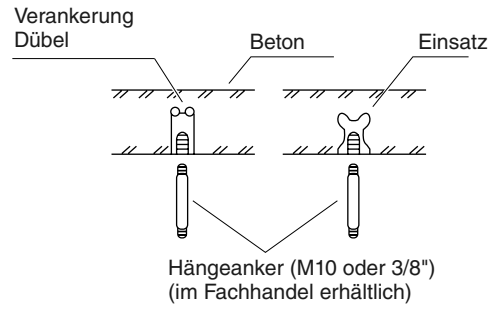

Abb. 3-169
- Die Hängeanker einsetzen, wie in Abb. 3-169 gezeigt
- (2) Die Hängeanker hineindrehen, wobei diese aus der Decke herausragen müssen, wie in Abb. 3-169 gezeigt. (Nötigenfalls muss die Deckenverkleidung modifiziert werden.)